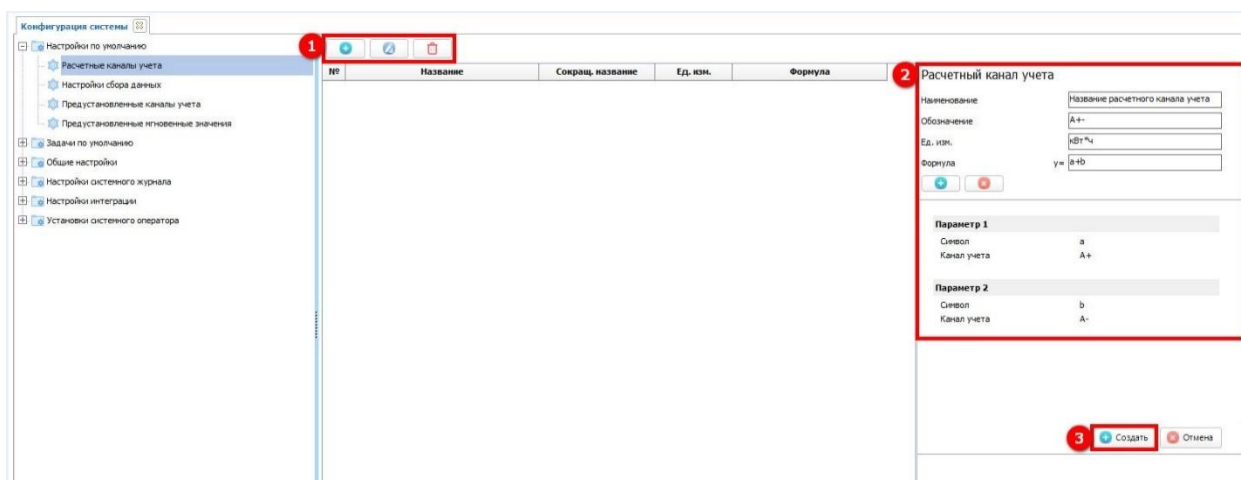

Рисунок 212 – Расчетные каналы учета
С помощью кнопок, расположенных, в правом верхнем углу подраздела (1) (см. рисунок 212) можно создать, внести изменения или удалить расчетный канал учета.